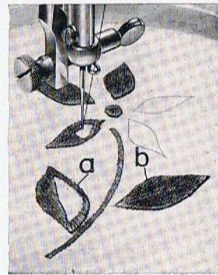

Abbildung 40
2. Die Plattstickerei (Abb. 40)
Zunächst zeichnen Sie im Abplättverfahren oder durch Blaupause Ihre Muster auf den Stoff. Danach wird das eingespannte Muster so unter die Nadel gebracht, daß jeweils die langen Teile des Musters in die Richtung des Nähmaschinenarmes zeigen. Dadurch füllen Sie die Fläche des Musters in der vorgeschriebenen Längsrichtung, da ja die Nadel quer vor Ihnen pendelt. Bewegen Sie nun das Stickgut langsam seitwärts, damit sich Faden neben Faden legen kann. Umranden Sie zunächst das jeweilige Muster; dann erst überdecken Sie nach und nach die freie Fläche. Je nach Art des Musters und nach persönlichem Geschmack bleibt es Ihnen überlassen, die einzelnen Stickerei-Motive nur mit dem Zickzack-Stich zu umranden (a) Abb. 40 oder ganz auszufüllen (b) Abb. 40. Auch die Vereinigung beider Arten (etwa beim Stickern eines Blumenblattes), wobei die eine Blathälfte nur umrandet, die andere dagegen ganz ausgefüllt wird, ergibt oft interessante Effekte.